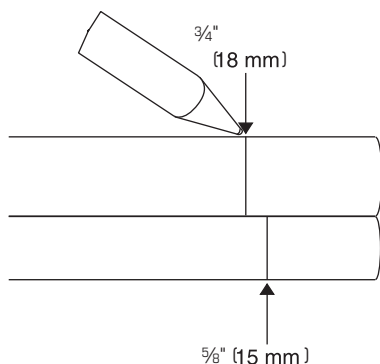

Fig. 19
- a) **Coloque** los tubos ROJO y VERDE encima del diagrama y coloque el tubo AZUL en la parte inferior. Use una pluma para **marcarlos** a la altura de las flechas (Fig. 19).
- b) Use una regla o **coloque** el tubo desde el suministro de agua fría en la parte superior del diagrama y **marque** una línea a $\frac{3}{4}$ " (18 mm) o a la altura de la flecha (Fig. 19).